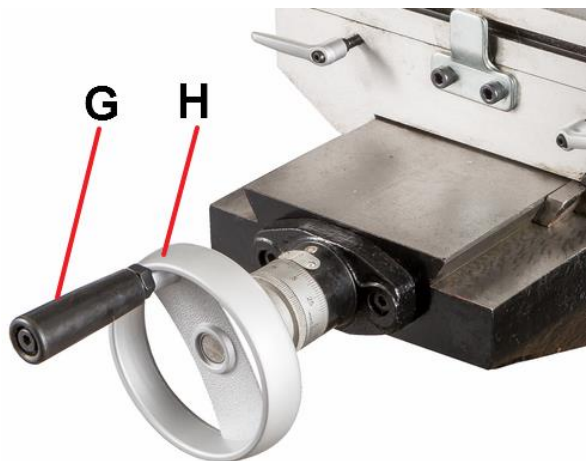

Рис.3
Установите маховики (G, Рис. 3) на винте стола и зафиксируйте резьбовыми штифтами. Смонтируйте ручку рукоятки (H).